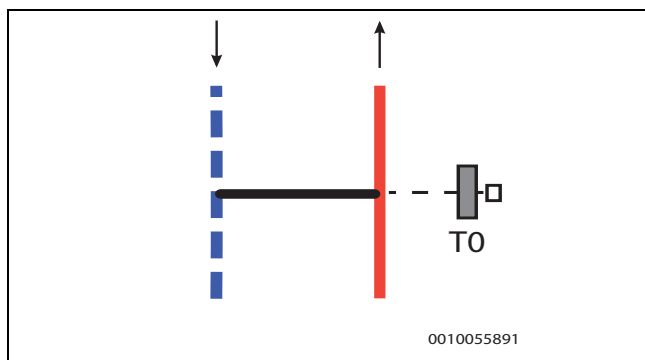

Bild 33 Bypass, gerade Ausführung
- Der Vorlauftemperaturfühler T0 ist am Vorlaufanschluss des Bypasses installiert → Abbildung 33.